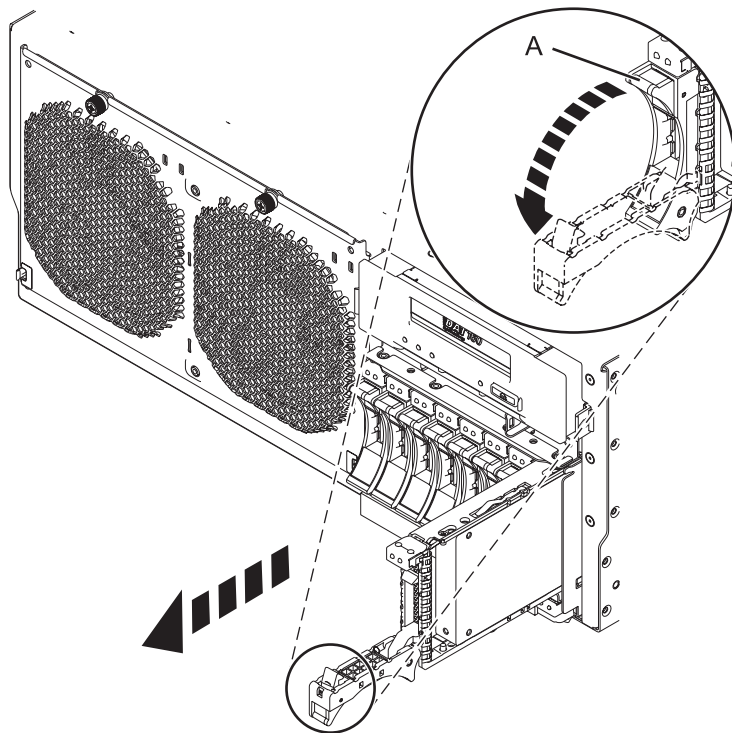

Figura 39. Extracción de una unidad de disco del sistema
1. Desbloquee el asa de la unidad ejerciendo presión y tirando de ella hacia usted, como se ve en Figura 39 en la página 65. Si el asa no está extendida del todo, la unidad de disco o la unidad de estado sólido no se puede deslizar hacia fuera del sistema o de la unidad de expansión.